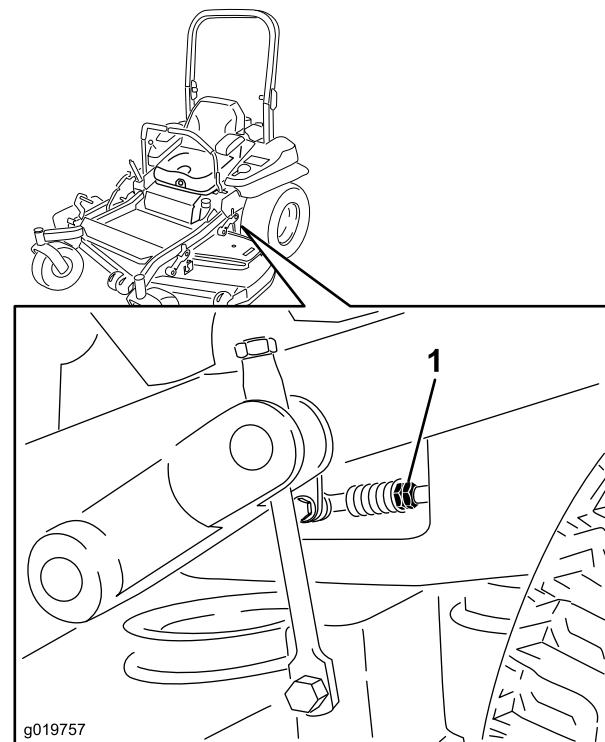

Bild 79
- Stellen Sie die Fahrantreibshebel in die Neutralstellung. Stellen Sie die Länge der Pumpstange ein, indem Sie die Doppelmuttern an der Stange so weit in die entsprechende Richtung drehen, bis sich das Rad leicht zurückdreht (Bild 79). Stellen Sie die Fahrantreibshebel in die Rückwärtsstellung und üben Sie etwas Druck auf den Hebel aus, damit die Federn die Hebel wieder in die Neutralstellung bringen. Das Rad darf sich nicht mehr drehen, kann sich aber leicht rückwärts drehen.